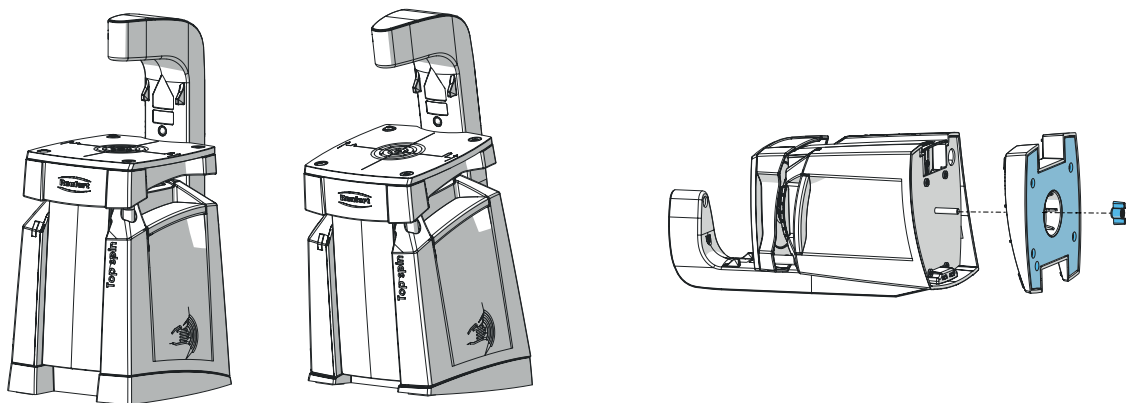

Fig. 2
- ⇒ Wählen Sie die gewünschte Arbeitsposition (Fig. 2).